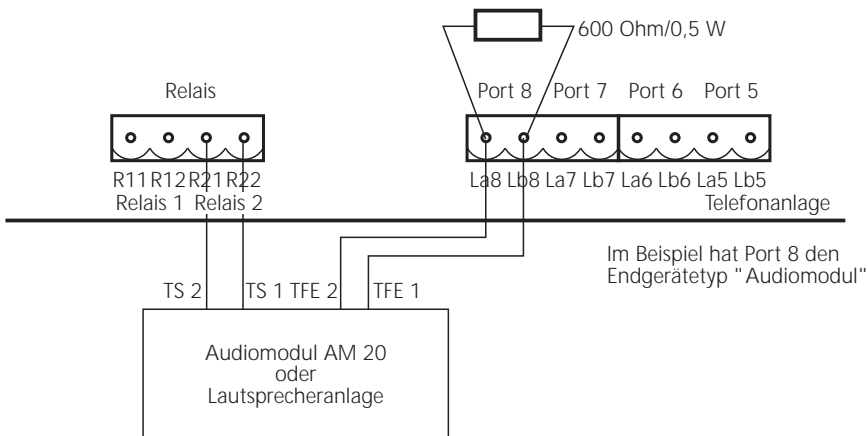

Abb. 5: Anschluß eines Audiomoduls
- oder an einen der analogen Ports (siehe Abb. 5).